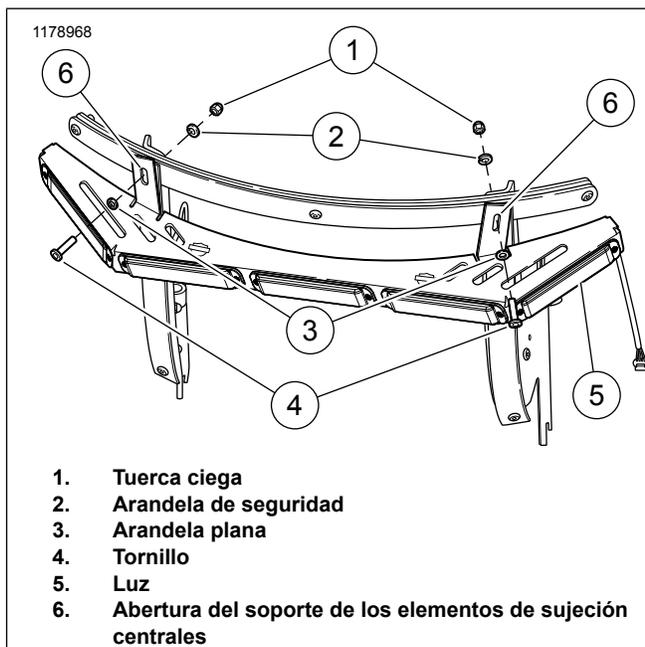

Figura 3. Fijación de los elementos de sujeción (protector retirado para mayor claridad)
4. Vea la Figura 3. Alinee la luz (5) con las aberturas del soporte de los elementos de sujeción centrales (6).
5. Instale el **nuevo** tornillo (4) y la **nueva** arandela plana (3) en el lado delantero de las aberturas del soporte de los elementos de sujeción centrales del parabrisas.
6. Instale la **nueva** arandela de seguridad (2) y la **nueva** tuerca ciega (1). Ajuste.